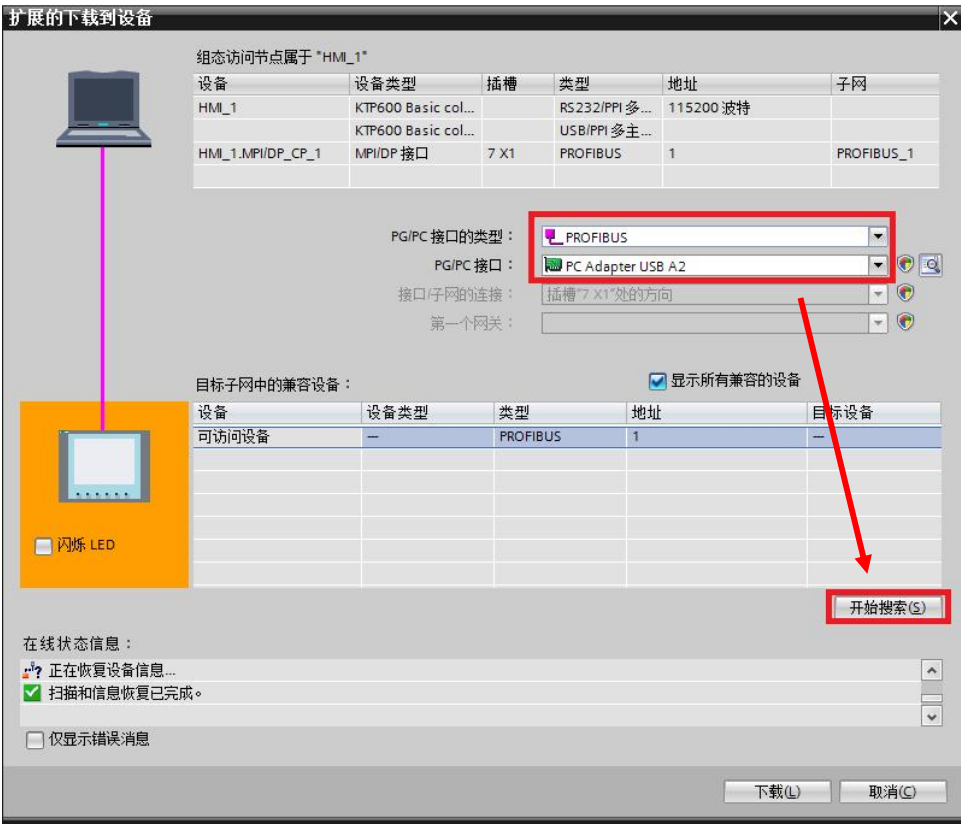

图 3-11
3. 如图 3-11，在本例中选择 PG/PC 接口的类型为“PROFIBUS”，选择 PG/PC 接口为“PC Adapter USB A2”（根据实际使用的适配器进行选择），选择完成后，点击开始搜索，软件将以该接口对设备进行扫描，如参数设置及硬件连接正确，将在数秒钟后扫描结束，此时“下载”按钮被使能，单击该按钮进行项目下载，下载预览窗口将会自动弹出。**注意：如果 PC Adapter 未被计算机正确识别，此时在 PG/PC 接口的类型中将无法选择 DP，此时请检查 PC Adapter 的硬件连接及驱动安装。**